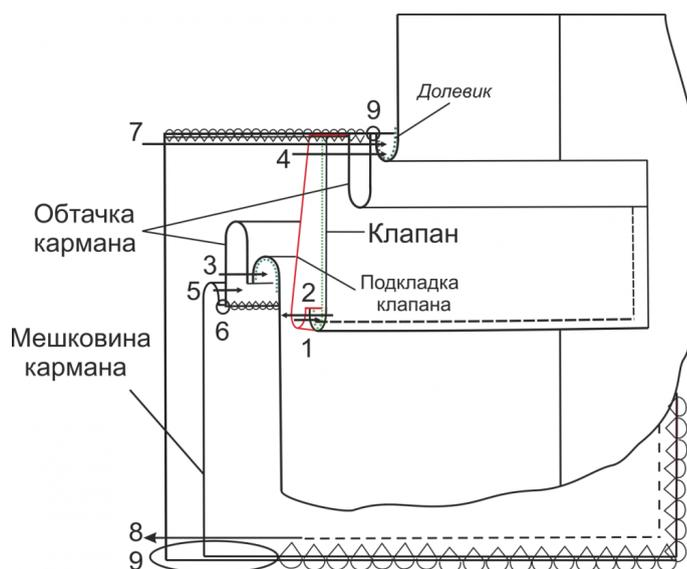

Рисунок 3. Схема обработки кармана клапаном и мешковиной
- 5.9. Притачайте детали мешковины к припускам шва притачивания обтачек (стр. 5 и 7 на рис. 3)
- 5.10. Стачайте детали мешковины кармана, срезы обметайте (стр. 8 и 9 на рис. 3).